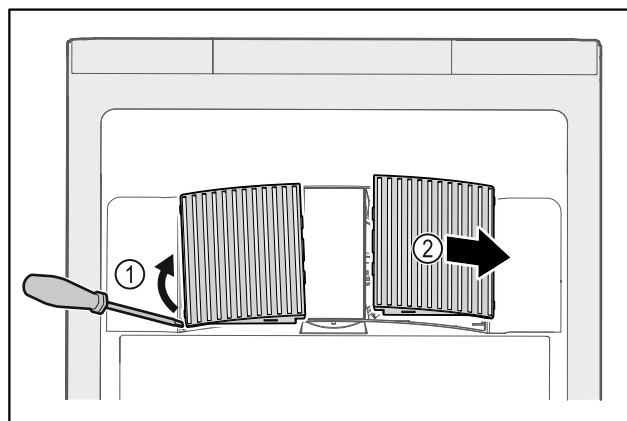

Fig. 179
- ▶ Кожух вентилятора обережно підважити зі сторони Fig. 179 (1) і витягнути рухом вперед Fig. 179 (2).